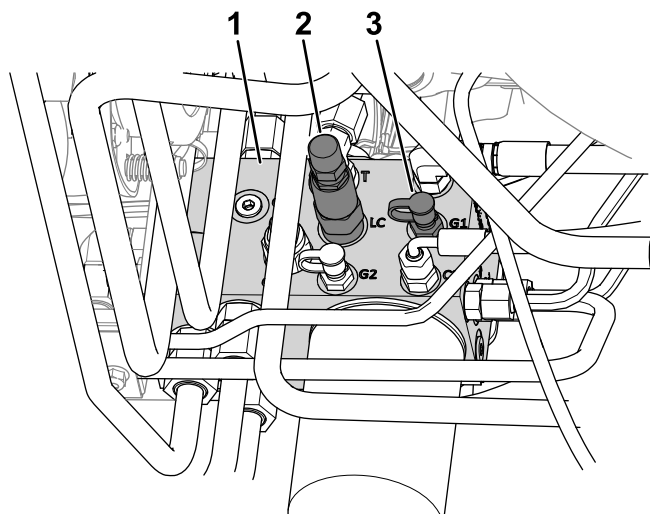

Bild 22
4. Schließen Sie ein Manometer an den Prüfanschluss an (gekennzeichnet mit G1, siehe Bild 22).
2. Gewichtsverlagerungsspule (LC)
5. Entfernen Sie an der Seite des Hubverteilers die Kappe vom Prüfanschluss (gekennzeichnet mit G1, siehe Bild 22).
6. Lösen Sie die Klemmmutter am Ende der Gewichtsverlagerungsspule (gekennzeichnet mit LC, siehe Bild 22).